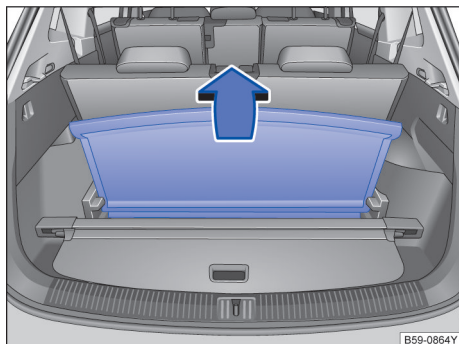

图 199 行李厢内：向上翻起行李厢地板
- 抓住行李厢地板内的凹槽→图 199，将行李厢地板向上翻。